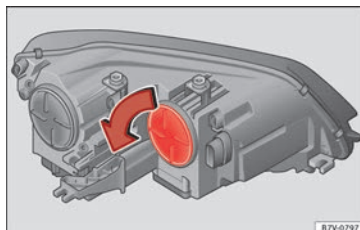

Fig. 108 Dans le compartiment moteur : cache du clignotant.
2.	Tournez le cache » fig. 108 dans le sens de la flèche et retirez-le.
7.	Tournez le cache » fig. 108 jusqu'en butée dans le sens contraire à celui de la flèche.